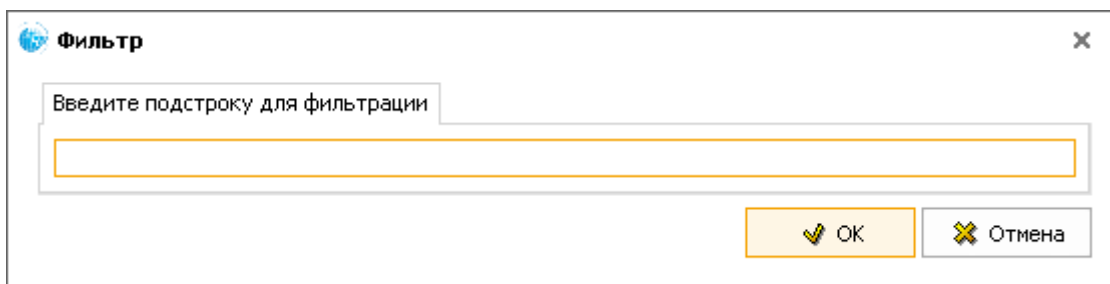

Рис. 162
3. В окне **Фильтр** введите слова для фильтрации (Рис. 162).